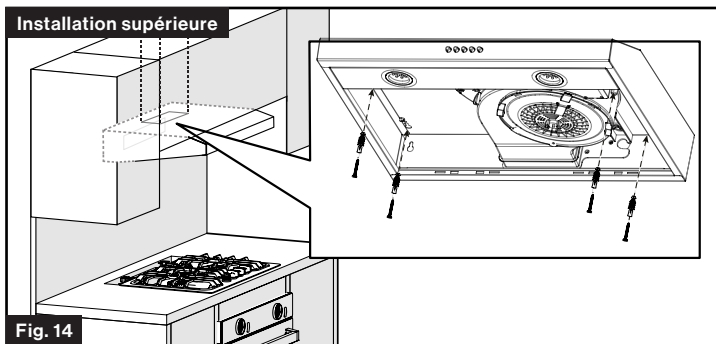
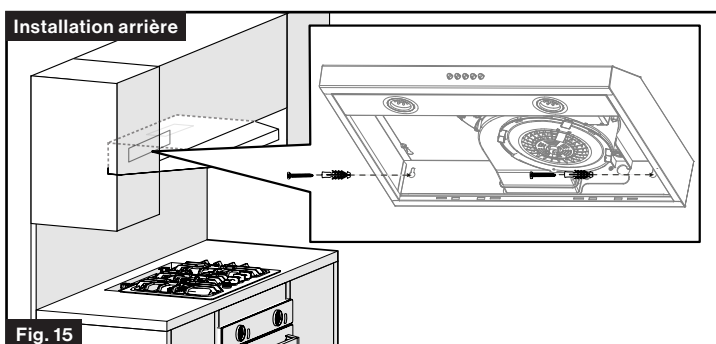

Fig. 14
Fig. 15
4. Fixez la hotte de cuisine sur l'armoire. (Fig. 14 et Fig. 15)